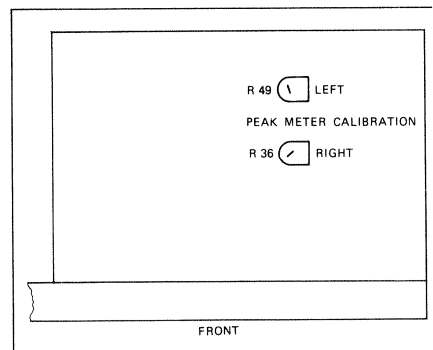

Fig. 5.3
- Trimpmpotentiometer PEAK METER CALIBRATION (Fig. 5.3) für beide Kanäle so einstellen, dass die beiden Segmente links der Dolby-Marke (0 dB) gerade noch aufleuchten.
- Adjust trimmer potentiometer PEAK METER CALIBRATION (Fig. 5.3) of both channels in such a manner that the two segments to the left of the Dolby marker (0 dB) just light up.
- Ajustez le trimmer PEAK METER CALIBRATION (fig. 5.3) pour les deux canaux de façon à ce que les deux segments situés à gauche du symbole DOLBY (0 dB) s'allument à peine.